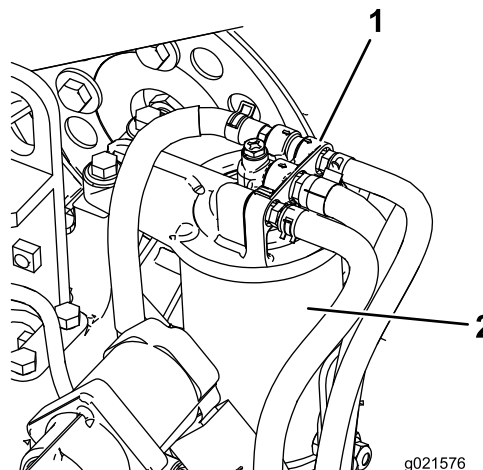

Figure 70
1. Nettoyez la surface autour de la tête du filtre à carburant (Figure 70).
2. Déposez le filtre et nettoyez la surface de montage de la tête du filtre (Figure 70).